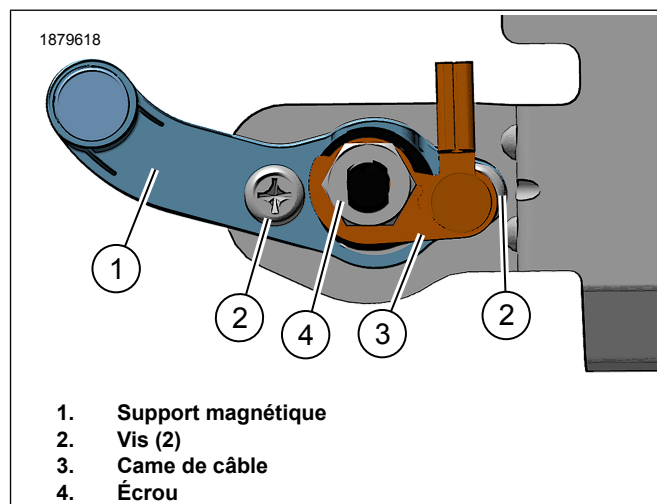

Figure 5. Ensemble support magnétique
6. Figure 5 Installer le support magnétique.